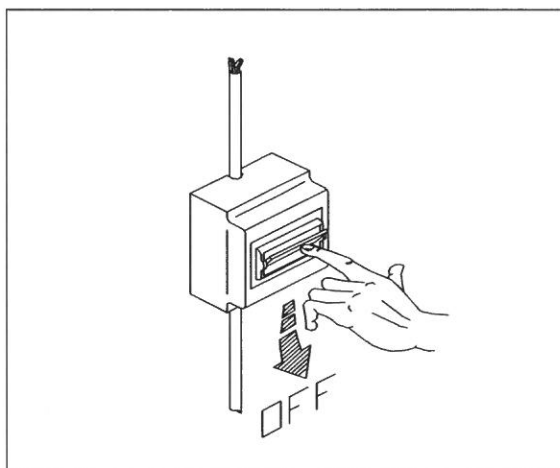

Рис. 5-1
**ПРИМЕЧАНИЕ: Перед выполнением любой операции по обслуживанию выньте вилку шнура электропитания машины из розетки. (Рис. 5-1)**
**N.B.: Before any technical service, disconnect the machine from the mains. (fig. 5-1)**
**N.B.: Vor jedem kundendienst die machine vom stromnetz ausschalten. (fig. 5-1)**
**N.B.: Avant de toute intervention, débrancher l'appareil de l'électricité. (fig. 5-1)**
**N.B.: Desconecte siempre el aparato de la red antes de cualquier operación de arreglo. (fig. 5-1)**